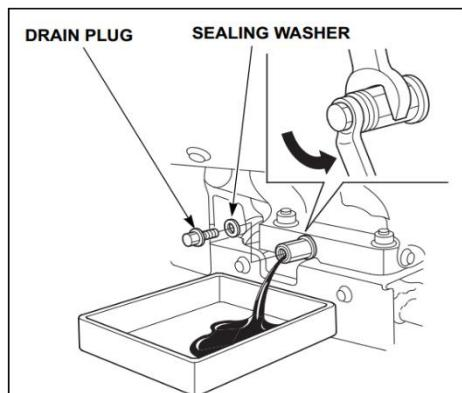

Abbildung 26
2. Stellen Sie einen geeigneten Behälter unter den Motor (rechte Seite), um das Altöl aufzufangen, und entfernen Sie dann den Öleinfülldeckel und die Ablassschraube. (Abbildung 26)